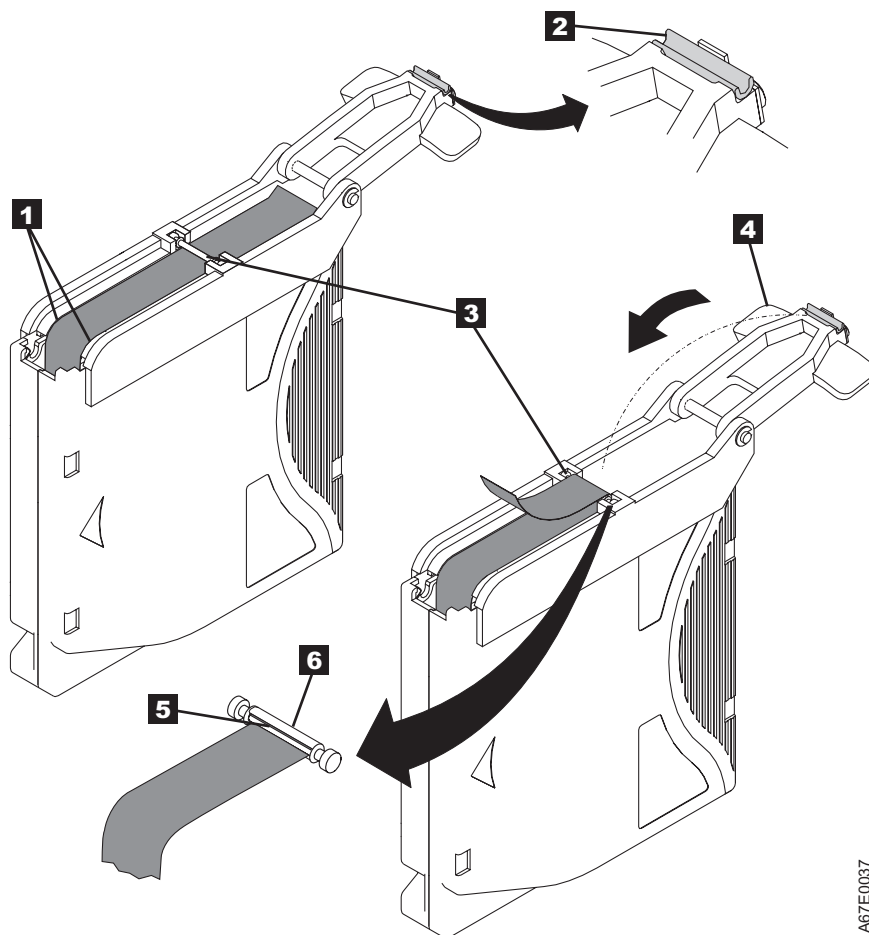

Рисунок 8-15. Прикрепление ленты к направляющему штифту
7. Проложите ленту вдоль приспособления для прикрепления ленты к штифту (1 в рис. 8-15 на стр. 8-18).
8. Поместите новый трубчатый зажим в паз поворотной планки (2 в рис. 8-15 на стр. 8-18) прорезью вверх.
9. Установите штифт в углубления (3 в рис. 8-15 на стр. 8-18) в боковых направляющих приспособления для прикрепления ленты к штифту.
10. Оберните ленту вокруг штифта и удерживайте ее пальцами (см. рис. 8-15 на стр. 8-18).
11. Опустите поворотную планку (**4** в рис. 8-15) приспособления для прикрепления ленты к валику, при этом трубчатый зажим должен защелкнуться на штифте с лентой.
12. Снова откройте планку и обрежьте лишний конец ленты (**5** в рис. 8-15), чтобы он был заподлицо с прорезью зажима на штифте (**6** в рис. 8-15).
13. Пальцами извлеките штифт с заправленной в него лентой из углубления (**3** в рис. 8-15).